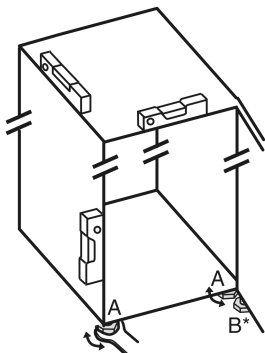

Fig. 68
- Zhvendosini këmbëzat me rregullim Fig. 68 (A) me çelës fiso dhe me ndihmën e një niveli me ujë, derisa pajisja të jetë niveluar mirë.
- Zhvendosni këmbëzat me rregullim Fig. 68 (B) në bazamentin mbështetës me çelësat fiso të përfshirë në paketim, derisa të jetë mbështetur mbi dysheme.
- Rrotulloni këmbëzën me rregullim Fig. 68 (B) me 90°.